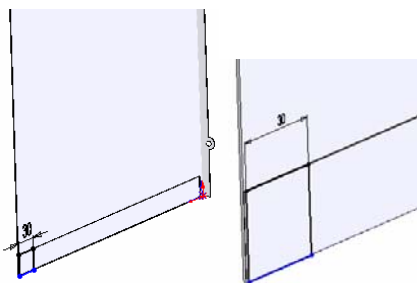
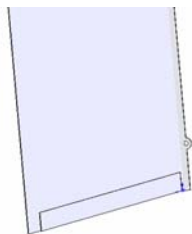

图 10-21 切除草图尺寸及位置
图 10-22 切除完成后的效果
⑧ 对褶边进行切除 2。重复步骤⑦中的操作，在褶边的另一端进行切除，用于切除的草图尺寸及位置如图 10-21 所示。切除完成后，如图 10-22 所示。